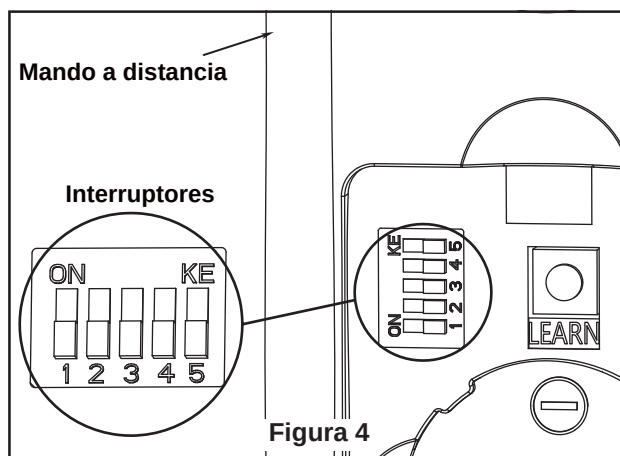

Figura 4
3. Realice las conexiones de cables al bloque del terminal como se muestra en la Figura 4.
- ☐ 4. Afloje levemente los otros dos tornillos. Instale la unidad de la placa de luz en el soporte utilizando las dos ranuras principales de la placa de conexión. Vuelva a colocar el tercer tornillo y asegure los tres tornillos. (Figura 4)
6. Para configurar el código del mando a distancia, Mueva los interruptores de código hasta colocar el código de selección en la posición arriba o abajo. Con un destornillador pequeño o con una lapicera (no se incluye) deslice firmemente hacia arriba o hacia abajo. (Figura 4)